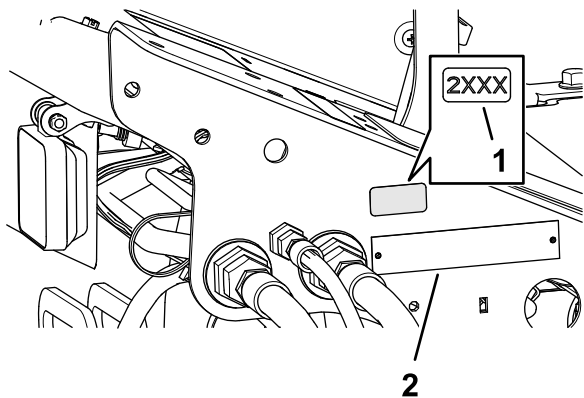

Figure 33
1. Avec de l'alcool à friction et un chiffon propre, nettoyez le support de plancher près de la plaque du numéro de série et laissez sécher le support (Figure 33).